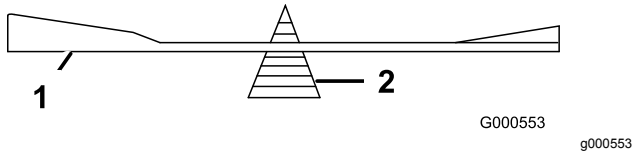

Figura 119
2. Verifique el equilibrio de la cuchilla colocándola sobre un equilibrador de cuchillas (Figura 119).